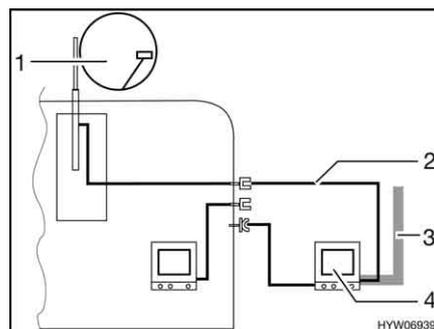

Fig. 151 Televisão no avançado
- Televisão no avançado (Fig. 151,4): Ligação da antena exterior (Fig. 151,1) com cabo de ligação (Fig. 151,2)
- Televisão no avançado (Fig. 151,4): Ligação à antena exterior (Fig. 151,3)